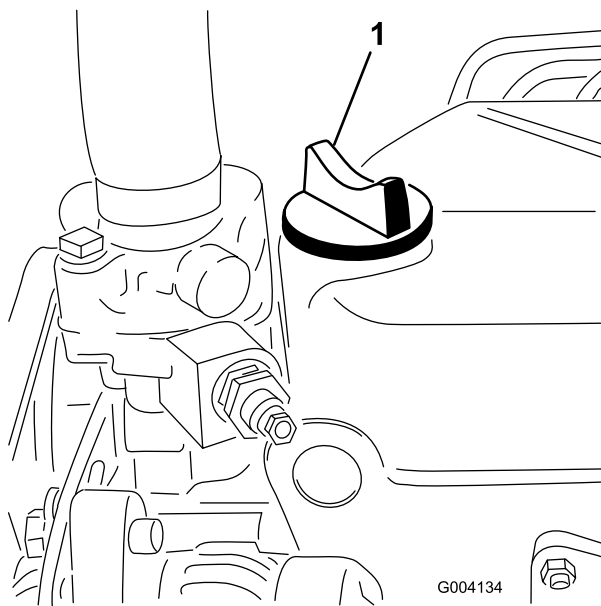

Figura 17
5. Si el nivel de aceite está por debajo de la marca Lleno, retire el tapón de llenado (Figura 17) y añada aceite hasta que el nivel llegue a la marca Lleno.